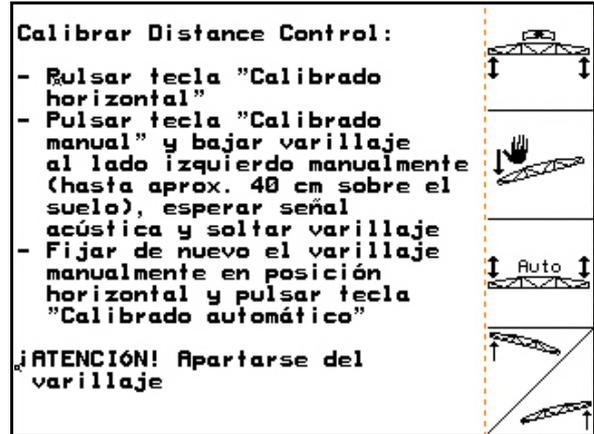

Fig. 18
1. (Fig. 18) Iniciar el calibrado automático.